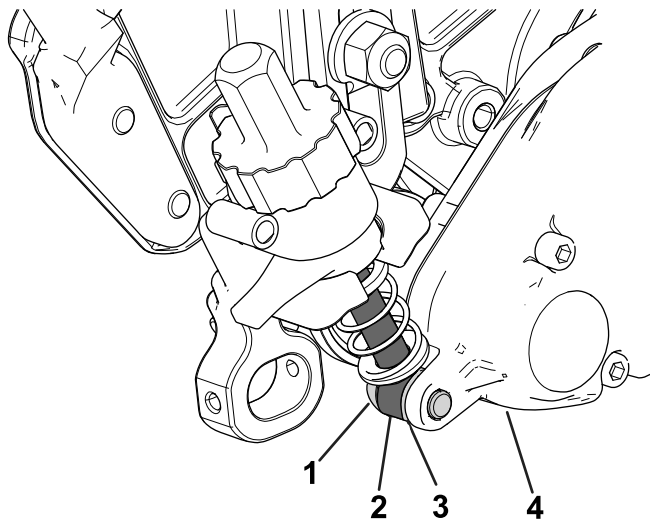

Figura 12
- Pe partea casetei de acionare a dispozitivului de finisare, poziionai tija braului de reglare a consolei HOC la partea interioară a casetei de acionare a dispozitivului de finisare i fixai-o cu un urub cu umăr i o aibă întărită aa cum este indicat în Figura 12; strângei urubul cu umăr la 16 – 22 Nm.